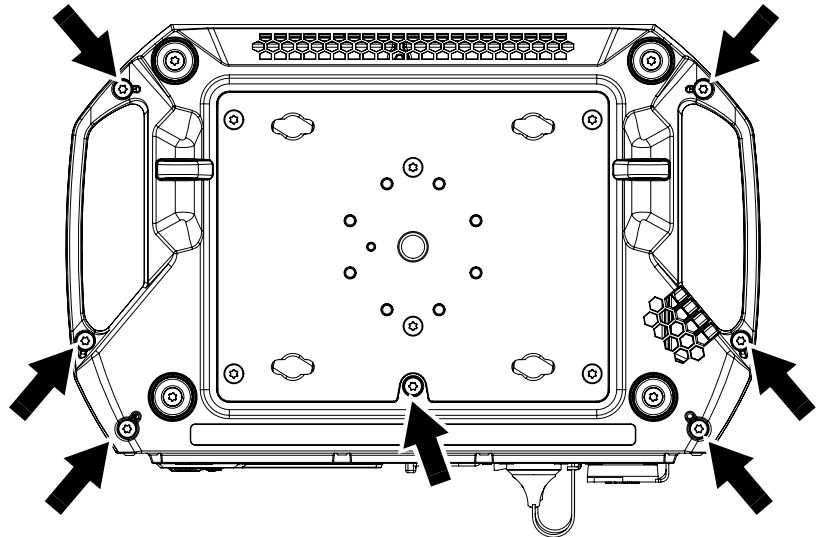

Bild 11: Lösen der Schrauben der Basisabdeckung
3. Siehe Bild 11. Entfernen Sie sieben Torx 20 Schrauben (Pfeile) zur Befestigung der Basisabdeckung. Bewahren Sie die Schrauben auf.